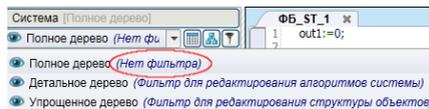

Рис. 3.1 Настройка фильтра дерева Системы
2. В разделе Система раскройте список фильтров и задайте «Полное дерево (нет фильтров)», рис.3.1